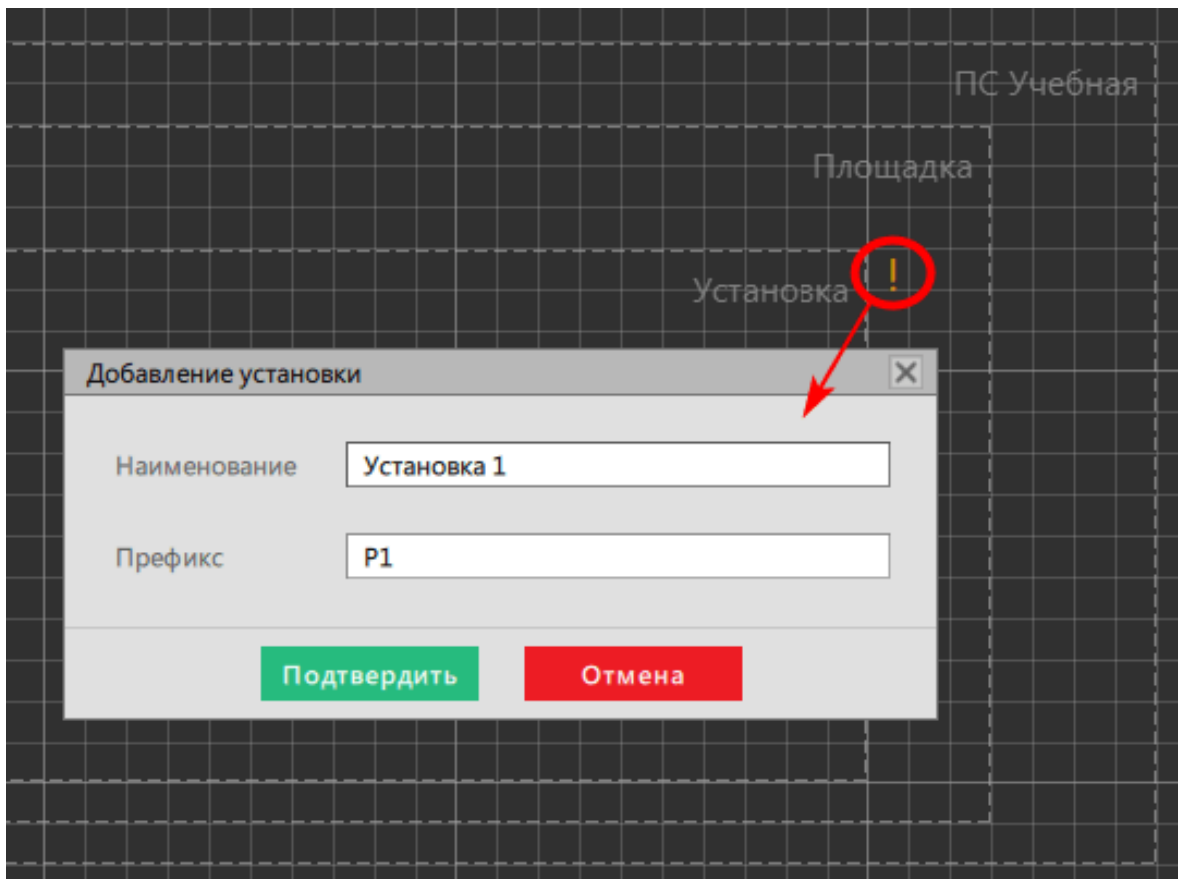

Рисунок 377 - Добавление установки
7. Выделите область в редакторе внутри уровня напряжения из п.5, нажмите на ! с зажатой клавишей *Alt* и задайте наименование установки (Рисунок 377).